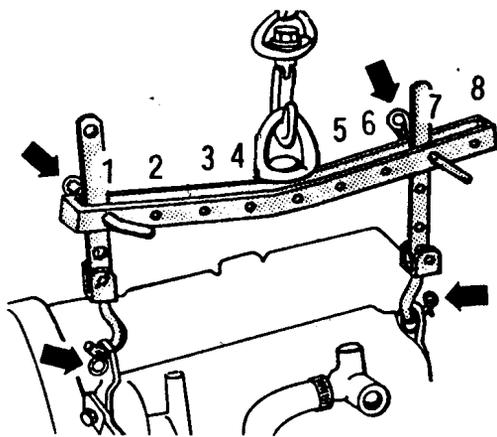

图 1-2 吊架杆的安装
(6) 按图 1-2 所示安装吊架杆，并用车间起动机吊起发动机皮带轮端：吊架杆插在位置 1 的第二个孔；吊架杆插在位置 7 的第三个孔。